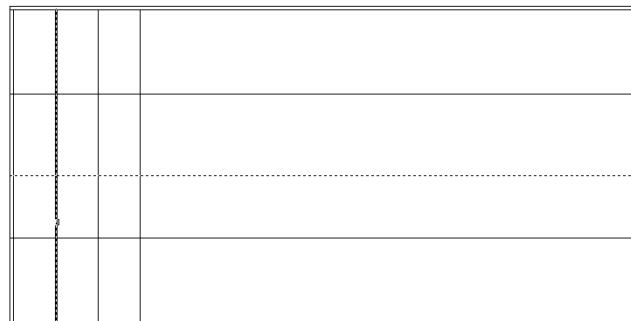

Рис. 4.12 ▼ Выбор линии, подлежащей обрезке
- Запустите инструмент **Обрезать** (Trim), щелкнув на кнопке **Обрезать** (Trim) панели инструментов **Изменить** (Modify) или введя в командном окне команду **Обрезать** (Trim) или просто **обр** (TR).
- В ответ на предложение выбрать секущее ребро выберите линию, которая находится выше нижней горизонтальной линии габаритов рабочей зоны на 696 мм (400 + 296 мм), а затем нажмите **Enter** для завершения выбора (на рис. 4.12 эта линия показана пунктиром).
- AutoCAD предложит выбрать линию, подлежащую обрезке. Щелкните на вертикальной линии, которая была создана на предыдущем этапе первой, *ниже* секущего ребра, как показано на рис. 4.12, а затем нажмите **Enter** для завершения работы команды **Обрезать** (Trim).